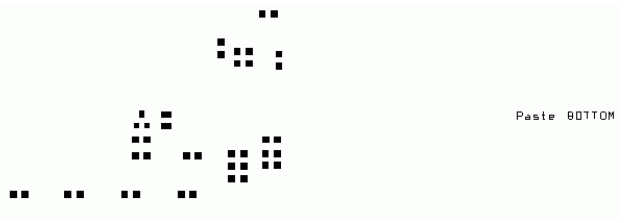

рис. 7-33
**SPB (рис. 7-33), Solder Paste BOTTOM**. Слои Solder Paste не нужны, если плата будет собираться вручную.